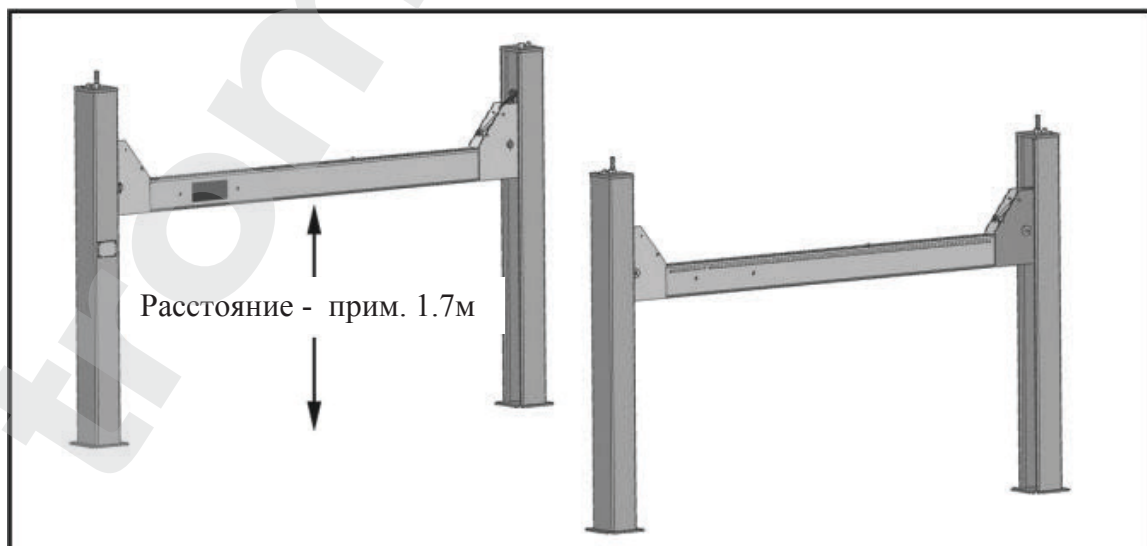

Рис. 4.2
3. Стойки и поперечины теперь находятся в надлежащем положении для установки платформ. Не оказывайте физическое воздействие на стойки и поперечины, так как они могут упасть и травмировать персонал или нанести ущерб собственности, см. рис. 4.2.